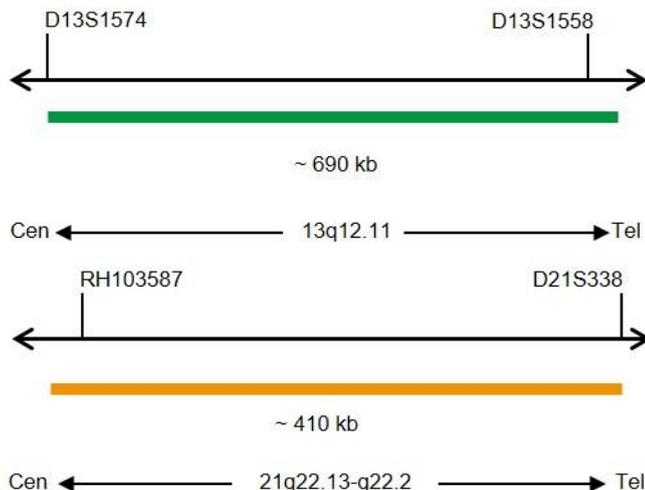

Abb. 1: Oben: SPEC 13q12 Sondenlokalisation; Unten: SPEC 21q22 Sondenlokalisation (nicht maßstabsgetreu)
- ZyGreen (Anregung 503 nm/Emission 528 nm) markierten Polynukleotiden (~10,0 ng/ μ l), die gegen Sequenzen in 13q12.11* (chr13:20,200,365-20,892,494) gerichtet sind (siehe Abb. 1).
- ZyOrange (Anregung 547 nm/Emission 572 nm) markierten Polynukleotiden (~4,5 ng/ μ l), die gegen Sequenzen in 21q22.13-q22.2* (chr21:39,372,983-39,784,773) gerichtet sind (siehe Abb. 1).